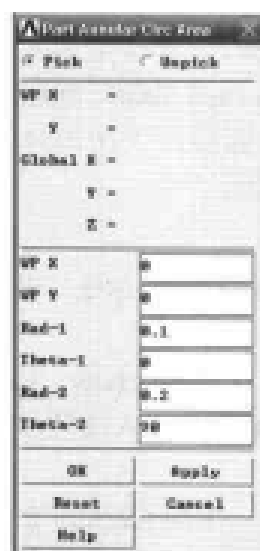
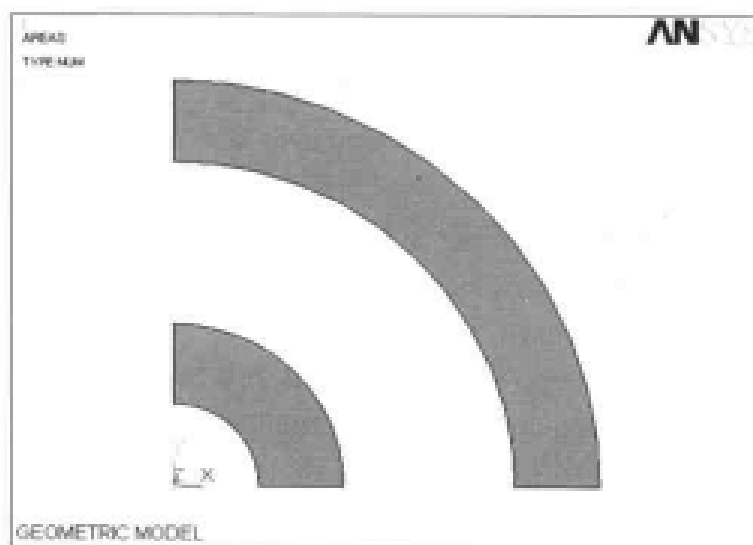

图 11-35 生成部分圆环面对话框
图 11-36 生成的几何模型显示
(1) 选择 Main Menu | Preprocessor | Modeling | Create | Areas | Circle | Partial Annulus 命令, 出现 Part Annular Circ Area 对话框, 在 WP X 文本框中输入 0, 在 WP Y 文本框中输入 0, 在 Rad-1 文本框中输入 0.1, 在 Theta-1 文本框中输入 0, 在 Rad-2 文本框中输入 0.2, 在 Theta-2 文本框中输入 90, 如图 11-35 所示。
(2) 单击 Apply 按钮, 在 WP X 文本框中输入 0, 在 WP Y 文本框中输入 0, 在 Rad-1 文本框中输入 0.4, 在 Theta-1 文本框中输入 0, 在 Rad-2 文本框中输入 0.5, 在 Theta-2 文本框中输入 90, 单击 OK 按钮关闭该对话框。
(3) 选择 Utility Menu | File | Change Title 命令, 出现 Change Title 对话框, 在文本框中输入 GEOMETRIC MODEL, 单击 OK 按钮关闭该对话框。
(4) 选择 Utility Menu | Plot | Areas 命令, ANSYS 显示窗口将显示所生成的几何模型, 如图 11-36 所示。